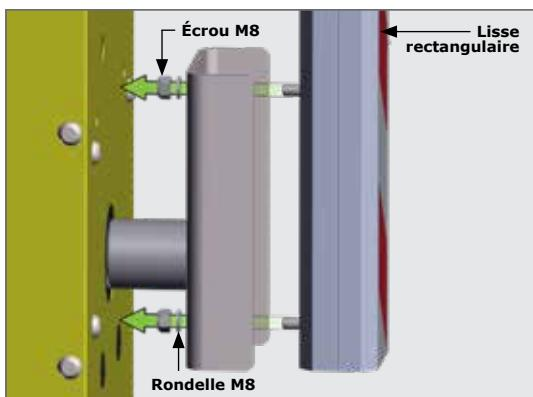

FIGURE 8
- Fixez la lisse rectangulaire comme indiqué sur la figure 8.